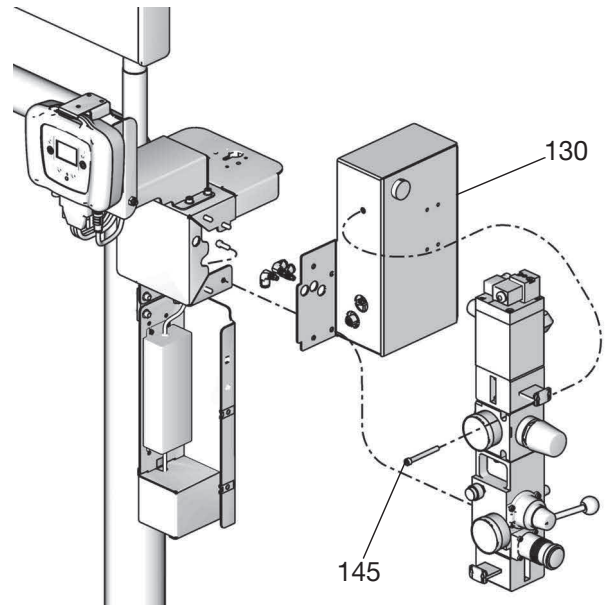

図 12
8. キャップねじ (145) を統合エア制御を通して、2 ボタンインターロックモジュールに差し込みます。図 12 を参照してください。